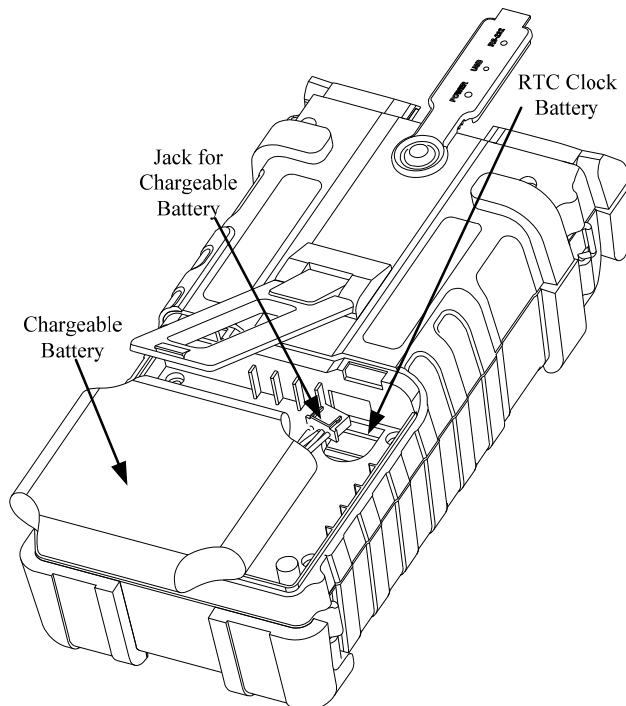

Figura 5-1. Sostituzione della batteria
- Come nella Figura 5-1, la procedura di sostituzione della batteria è la seguente.